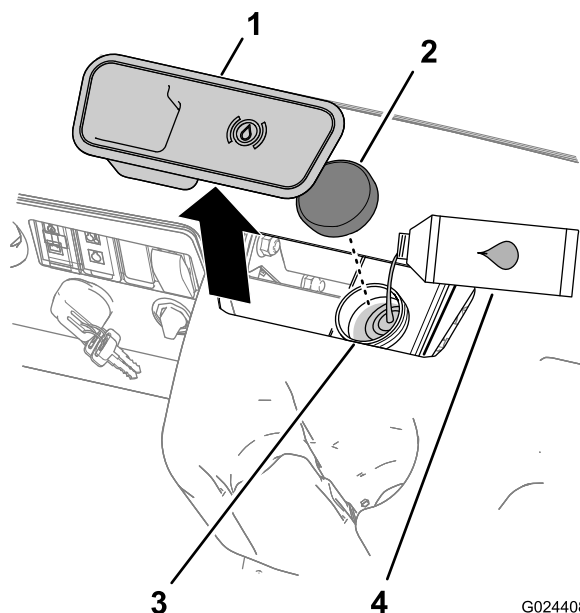

Figure 13
2. Enlevez l'obturbateur en caoutchouc au centre et en haut du tableau de bord pour accéder au maître-cylindre et au réservoir (Figure 13).
- A. Nettoyez la surface autour du bouchon du réservoir et enlevez le bouchon (Figure 13).
- C. Remettez le bouchon du réservoir (Figure 13).